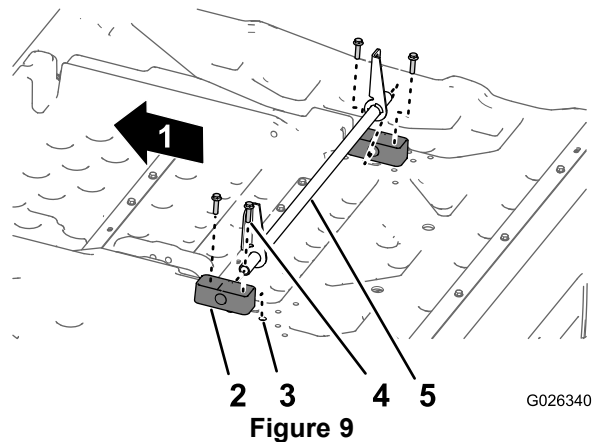

Figure 9
2. Insérez le côté tube du support de pivot dans le bloc de pivotement (Figure 9).
3. Montez l'autre bloc de pivotement sur l'autre côté tube du support de pivot (Figure 9).
4. Sur le plateau **neuf**, alignez les trous du bloc de pivotement neuf sur les inserts filetés du plateau, fixez le bloc avec les 4 boulons à embase (3/8 x 1-1/2 po) et serrez les boulons à la main (Figure 9).